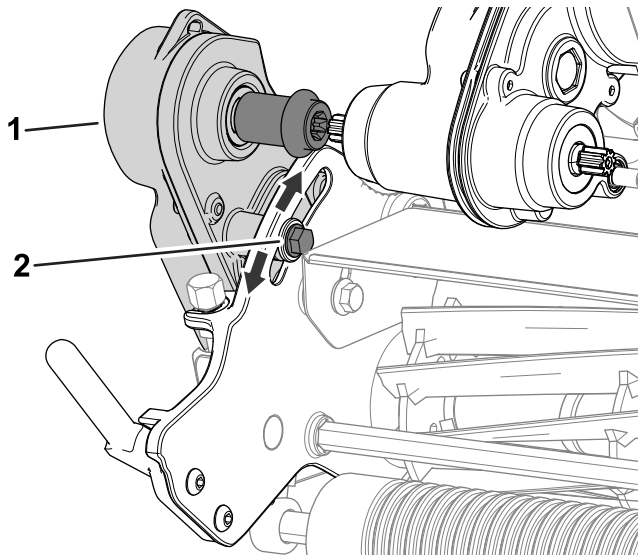

Figura 48
1. Afrouxe o parafuso mostrado em Figura 48.